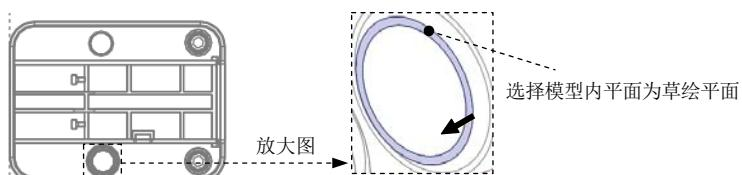

图 20.16 定义草绘平面
(1) 单击 **分型面** 操控板 **曲面设计** 区域中的“填充”按钮 ，此时系统弹出“填充”操控板。
(2) 定义草绘截面放置属性。右击，从弹出的菜单中选择 **定义内部草绘...** 命令；选择图 20.16 所示的模型表面为草绘平面，接受图 20.16 中默认的箭头方向为草绘视图方向，然后选取图 20.16 所示的 MOLD_FRONT 基准平面为参考平面，方向为 **右**，单击 **草绘** 按钮，进入草绘环境。